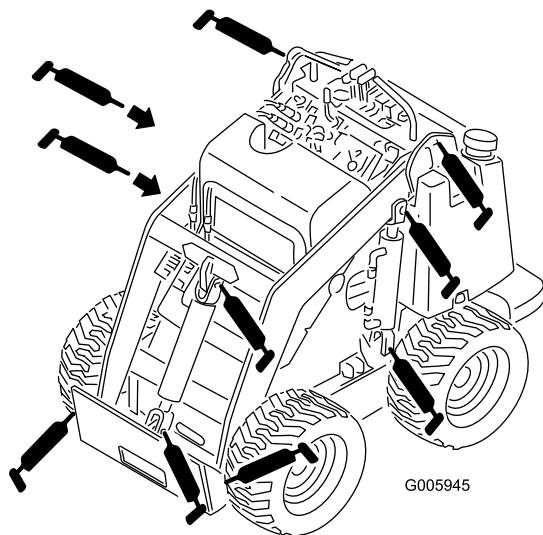
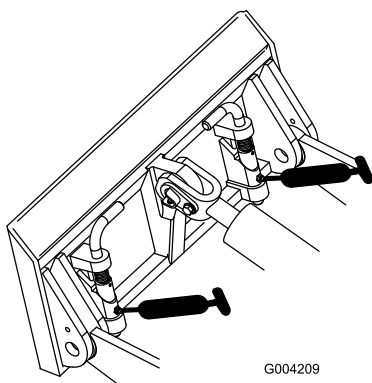

Figura 27
Figura 28
3. Collegate un ingrassatore a pressione a ciascun ingrassatore (Figura 27 e Figura 28).